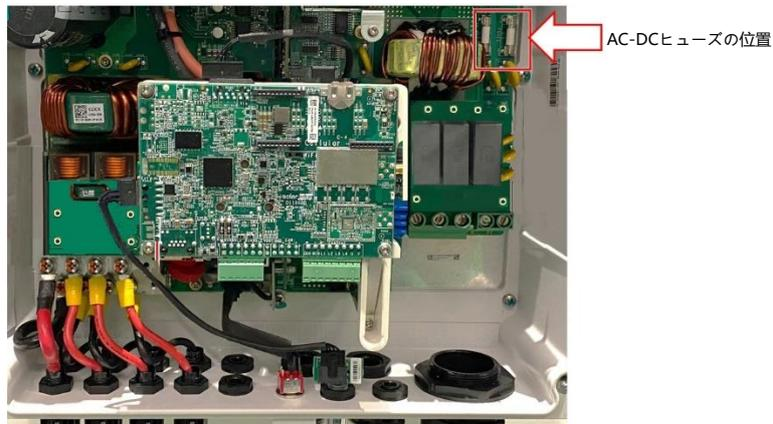

図 1 : AC-DCヒューズの位置
1. AC-DCヒューズの場所を確認します (図 1 参照)。